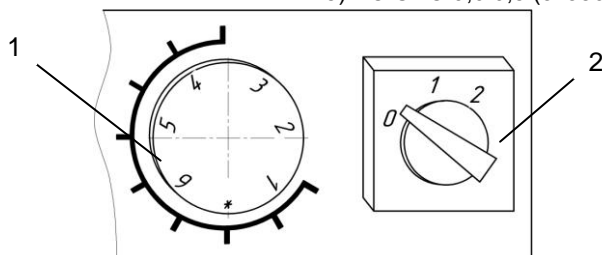

Рисунок 2 Вигляд панелі керування агрегатів
На передній панелі розташовані органи керування (рисунок 2).
- перемикач ступенів нагрівання 2 (рисунок 2) установити в положення «0»;
- ручку регулятора температури (термостата) 1 (рисунок 2) вивести в крайнє ліве положення (MIN) тобто повернути проти годинникової стрілки до упору;
- установити перемикач ступенів нагрівання 2 (рисунок 2) у положення «1».
- для збільшення потужності до максимальної перемикач 2 (рисунок 2) необхідно установити в положення «2». Агрегат включено у режимі повної потужності нагрівання;
- для одержання необхідної температури в приміщенні ручку регулятора температури 1 (рисунок 2) необхідно встановити у відповідне положення (повернути за годинниковою стрілкою).